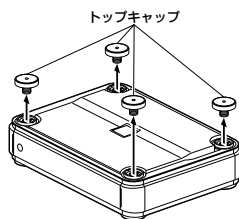

図1
- 2 本機の上面についている4個のトップキャップを、六角レンチ（大 / 付属品）でゆるめて外します。（図 1 参照）